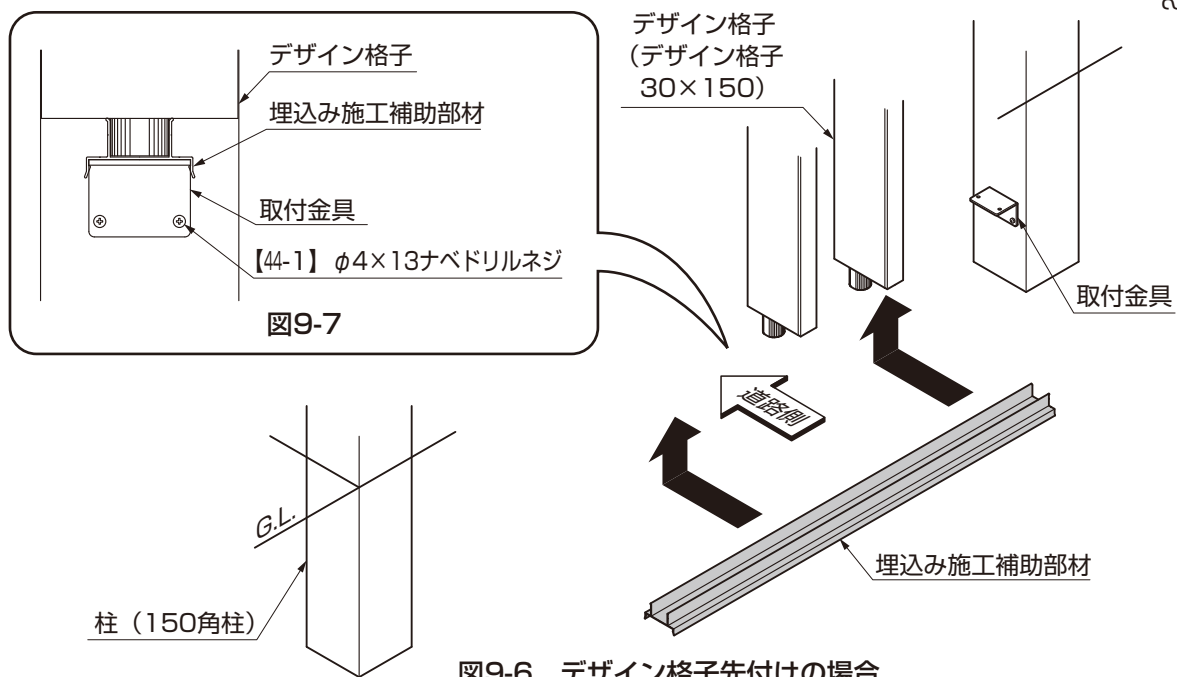

図9-6 デザイン格子先付けの場合
- ①デザイン格子をフレームに取付いている、デザイン格子取付け部材 上用に取付けてください。
- ②埋込み施工補助部材を取付金具にはめ込んでください。(図9-6参照)
- ①埋込み施工補助部材を取付金具にはめ込んでください。(図9-6参照)